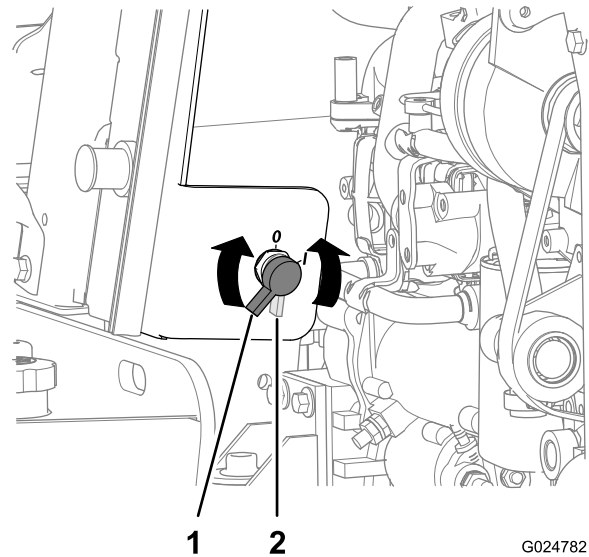

Bild 85
2. Schließen Sie das Pluskabel des Batterieladegeräts an den Pluspol der Batterie an (Bild 85).
2. Drehen Sie den Schalter zum Abschalten der Batterie nach links in die Aus-Stellung (Bild 85).
8. Drehen Sie den Schalter zum Abschalten der Batterie nach rechts in die Ein-Stellung (Bild 85).